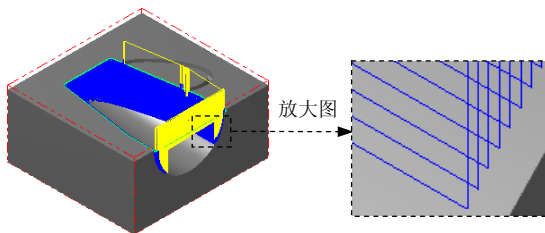

图 21.40 刀具路径
(1) 在“曲面精加工等高外形”对话框中单击 **等高外形精加工参数** 选项卡, 在 **Z 轴最大进给量** 文本框中输入值 0.2。
(2) 在 **两区段间的路径过渡方式** 区域选中 **高速回旋** 单选项, 在 **斜插长度** 文本框中输入 5.0; 选中 **✓ 切削顺序最佳化** 复选框。
(3) 单击 **切削深度(D)...** 按钮, 在系统弹出的“切削深度设置”对话框中选中 **绝对坐标** 单选项, 然后在 **绝对的深度** 区域的 **最高位置** 文本框中输入 0, 在 **最低位置** 文本框中输入 -31。单击 **✓** 按钮, 系统返回至“曲面精加工等高外形”对话框。
Step15. 单击“曲面精加工等高外形”对话框中的 **✓** 按钮, 完成加工参数的设置, 此时系统将自动生成图 21.40 所示的刀具路径。